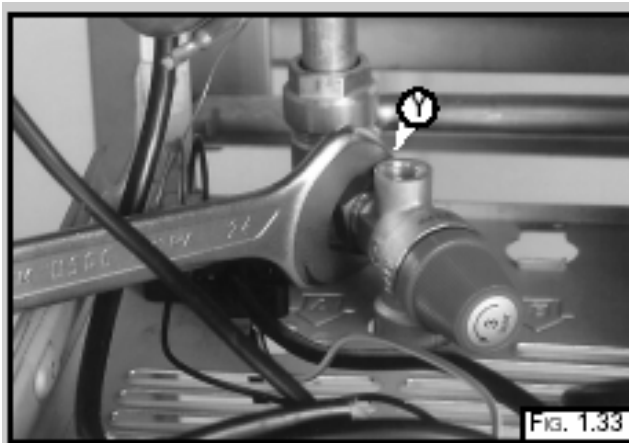

FIG. 1.33
1. Отпустить гайку "Y" (Рис. 1.33);